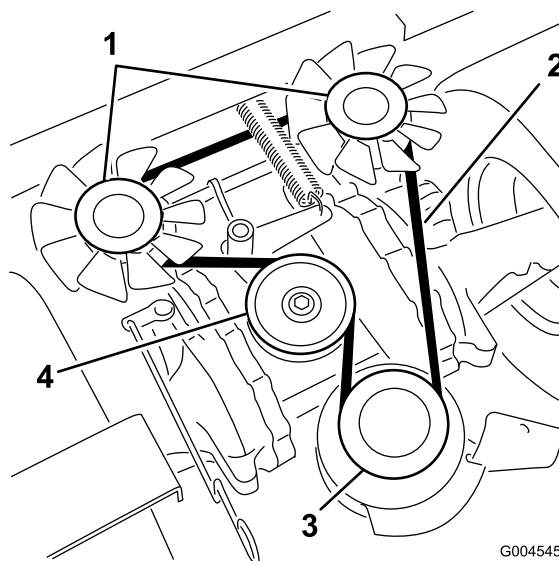

Figura 46
3. Para cambiar la correa, retire el perno del tope del embrague y desconecte el cable eléctrico del embrague (Figura 46).
4. Tire de la polea tensora para aliviar la tensión de la correa en la polea tensora (Figura 46).
5. Retire la correa de transmisión de la bomba de las poleas del motor y de la bomba hidráulica (Figura 46).
6. Instale la correa nueva alrededor de las poleas del motor y de la bomba hidráulica (Figura 46).
8. Libere la presión en la polea tensora tensada con muelle (Figura 46).